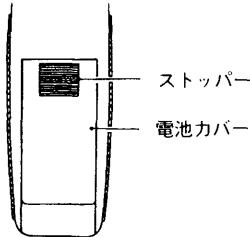

図3
2)次頁の図3において、本器背面にある電池カバーのストップバーを指で強く押し、手前に引き抜くようにして電池カバーをはずします。